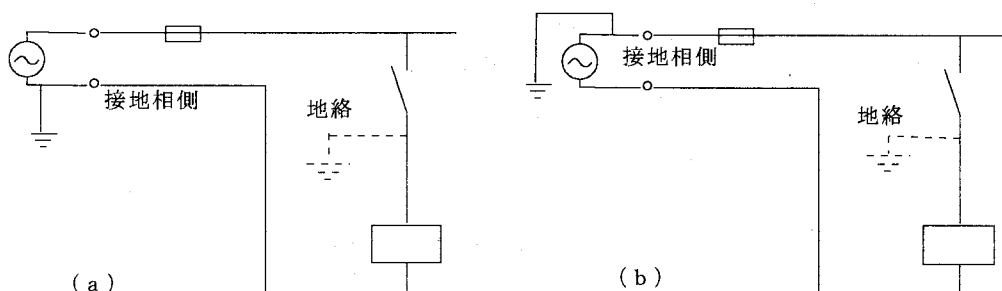

図3-57 制御回路の極性
その理由は図3-57に示すように、接点とコイル間で地絡が生じた場合、(a)の回路で接点が開路 (OFF) しているときには、コイルは通常と変わりなく非動作状態にあり、閉路 (ON) したときには短絡状態となり、ヒューズが熔断してコイルは動作しない。